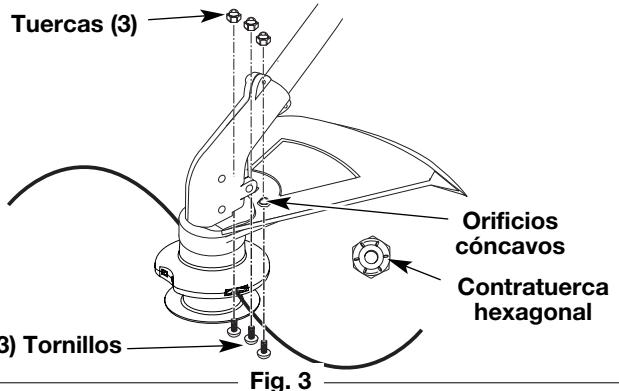

Fig. 3
- Coloque uno de los tres (3) provistos contratuerca hexagonal en uno de los tres orificios cóncavos de la parte superior del protector accesorio de corte (Fig. 3).
- Instale un tornillo en el orificio de la base del protector accesorio de corte. Atorníllelo en la tuerca instalada en el paso 2 (Fig. 3). No lo ajuste.